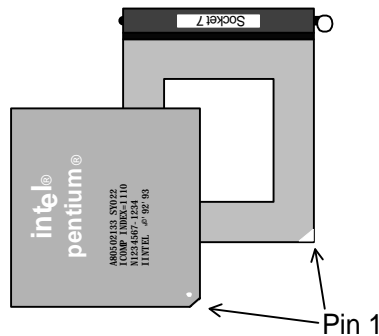

Bild 2-12: Ausrichten und Einsetzen der CPU
4. Richten Sie nun die CPU so über dem Sockel aus, wie in Bild 2-12 gezeigt. Achten Sie dabei auf die abgeschrägte und markierte Ecke der CPU.